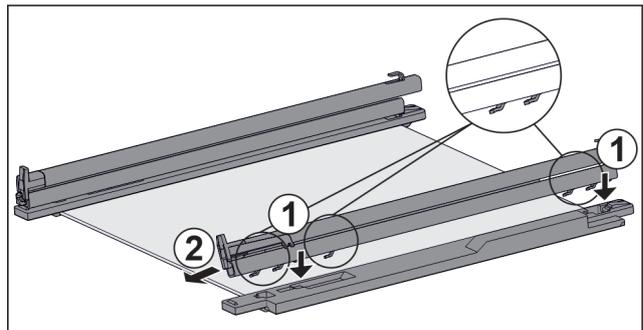

Fig. 57 Glasplatte mit Schienen und Halteteilen
- ▶ Haken der Schiene auf die Öffnungen des **linken** Halteteils setzen. Fig. 57 (1)
- ▶ Schiene nach vorne ziehen. Fig. 57 (2)
- ▶ Haken der Schiene auf die Öffnungen des **rechten** Halteteils setzen. Fig. 57 (1)